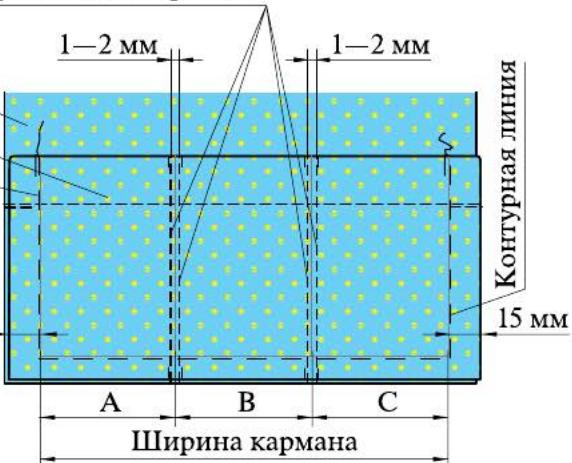

Рис. 6.53. Настрочивание кармана
3. **Наметайте** карман на нижнюю часть фартука точно по контурной линии (рис. 6.53) в соответствии с линиями на выкройке или измерьте, разделите ширину кармана на три равные части (рис. 6.53) и разметьте тонкими меловыми линиями.